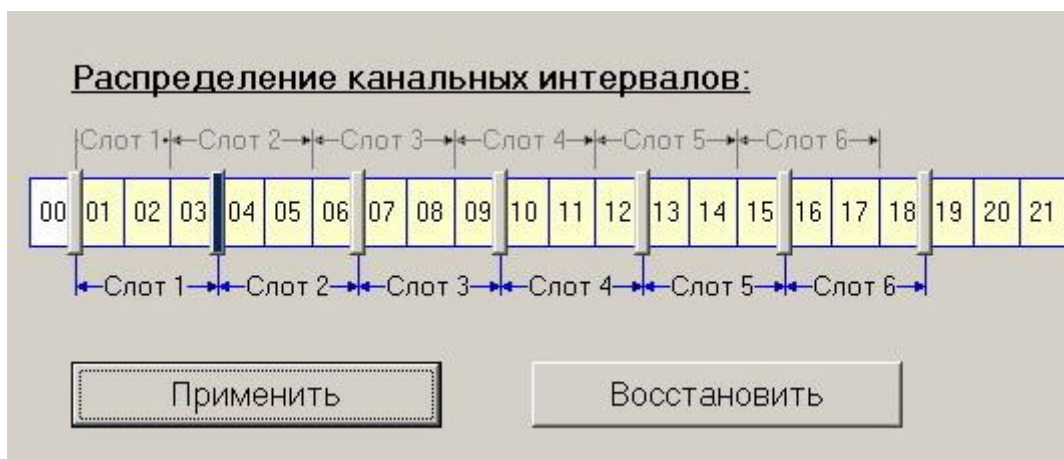

Рисунок 5 - Пример настройки количества КИ для карты, установленной в первый слот мультиплексора
- Левой клавишей мыши нажать на *правую* подвижную границу нужного слота и, не отпуская клавишу мыши, передвинуть в право на требуемое количество канальных интервалов (см. Рисунок 5). При этом сверху появятся надписи серого цвета, информирующие о предыдущих настройках.